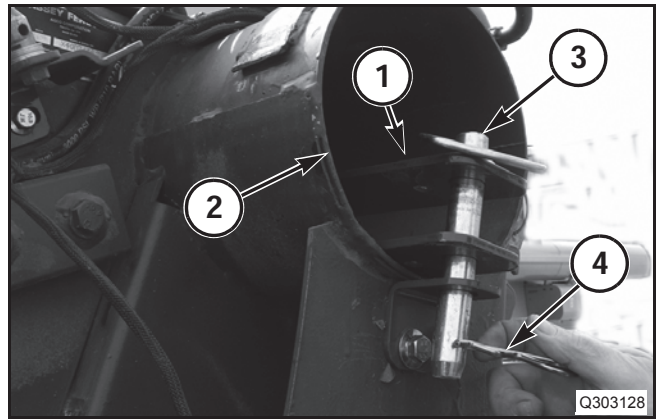

FIG. 47
FIG. 47: Remueva el protector del lado izquierdo de la plataforma. Deslice la extremidad de la lengüeta (1) que estaba conectada al conjunto del eje del lado izquierdo en la extremidad izquierda del tubo superior (2).